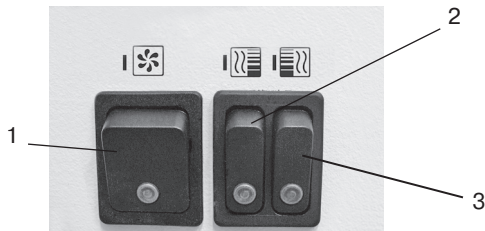

Рис. 2. Блок управления
4.3. Электрические схемы завес приведены на рис. 2,3 Приложения.
6.1. Перед включением завесы клавиши управления должны находиться в положении 0 (см. рис. 2).